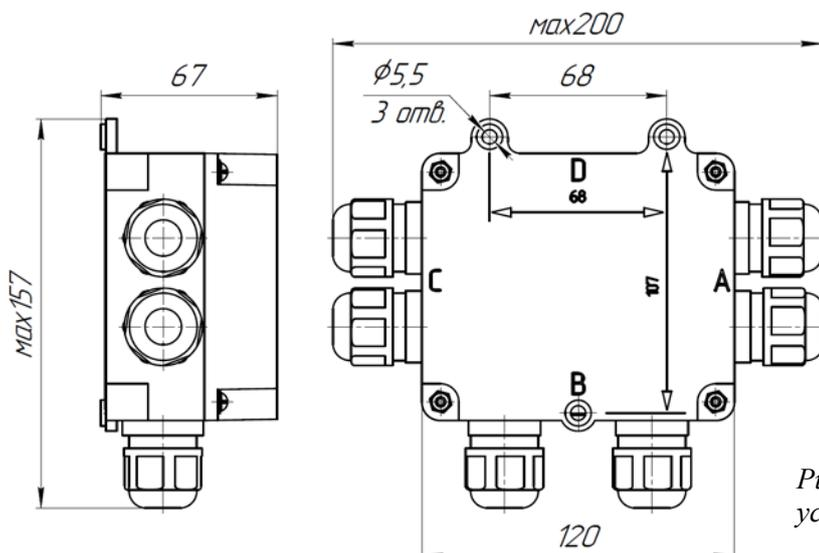

Рис. 1. Установочные и габаритные размеры устройства соединительного УСБ-Ех«СЕВЕР».
3.8. Габаритные и присоединительные размеры приведены на рис. 1;
5.2 Установочные размеры устройства соединительного приведены на рис. 1. Внутри корпуса изделия установлена печатная плата, на которой расположены винтовые клеммники для подключения соединяемых проводников. Максимальное напряжение, ток и сечение соединяемых проводников, определяются типом клеммников, установленных в устройство соединительное. Электрические связи на плате между клеммниками представлены на рис. 3.